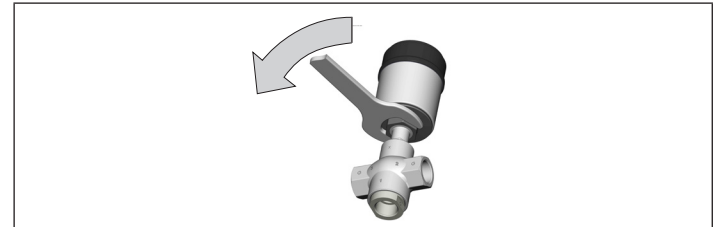

Bild 3: Antrieb drehen
- ▶ Den Antrieb **nur im vorgegebenen Richtungssinn** drehen (siehe „Bild 3“).